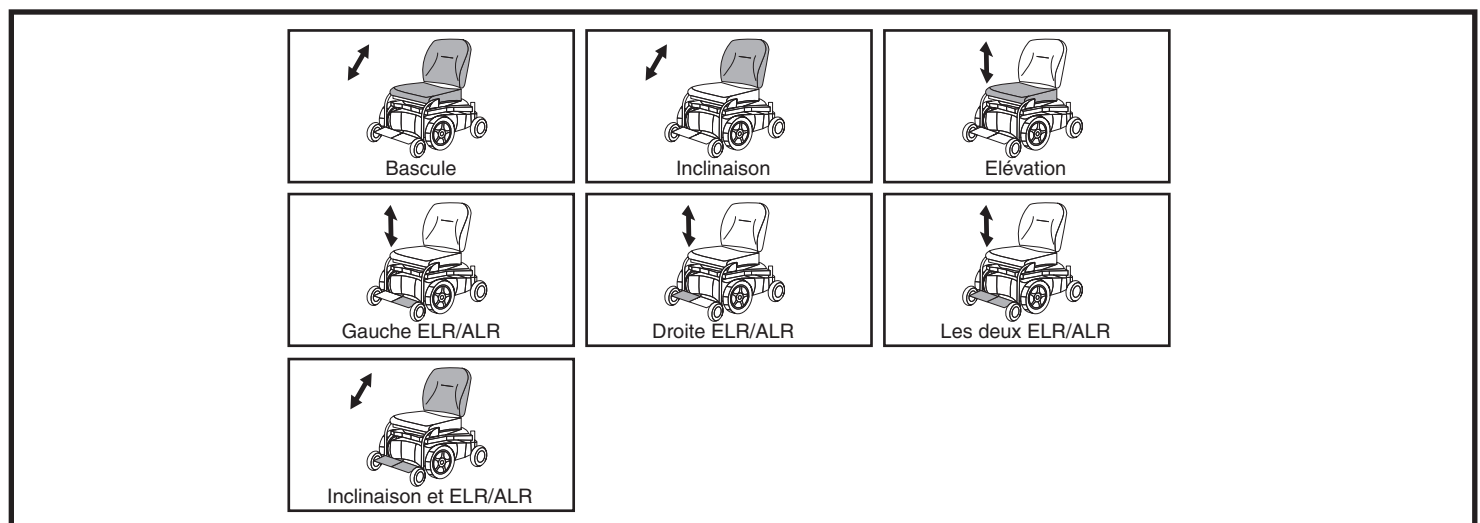

Figure 4. Écrans des actionneurs
2. Appuyez sur le bouton mode pour afficher l'écran des actionneurs. **Voir la figure 4.**